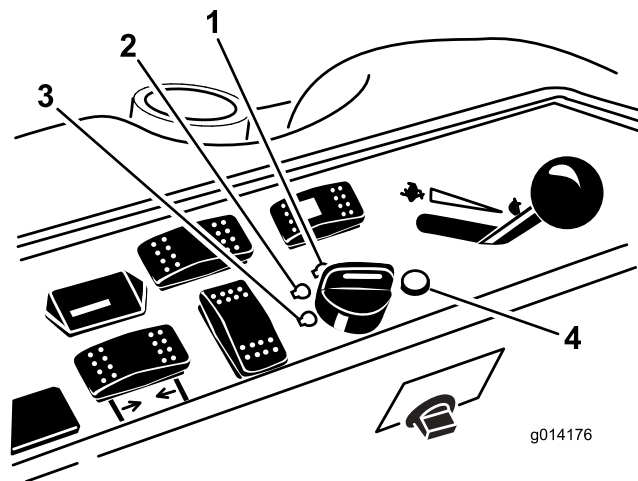

图20
6. 将点火钥匙顺时针旋转至运行位置图20。
3. 将点火钥匙旋转至关闭位置 图20。在离开工作位置之前应等待所有活动部件都停下来。